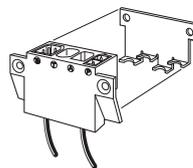

Рис.27:
2. Подтяните аккуратно кабель сквозь отверстие в турели вниз так, чтобы отверстия в корпусе муфты разъемов совпали с соответствующими крепежными отверстиями на турели (рис.27).